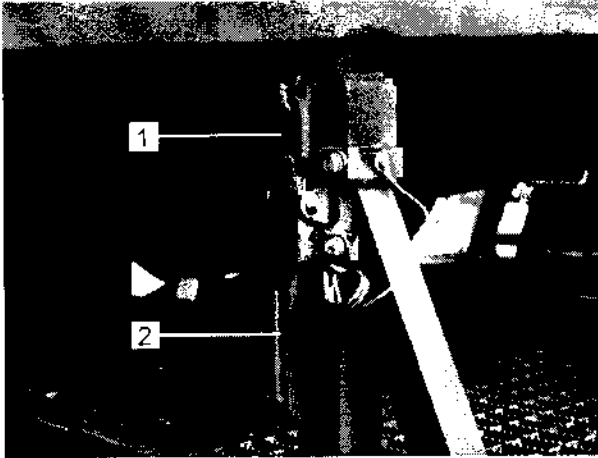

Bild 45
1. Transportsicherung lösen; dazu Klappbügel (Bild 45/2) an beiden Seiten entsichern und Öse (Bild 45/1) aus dem Haken aushängen.